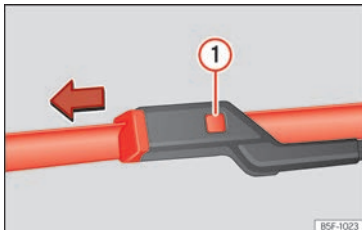

Abb. 158 Scheibenwischerblätter vorne auswechseln.
- Die Entriegelungstaste >>> **(Abb. 158)** ① gedrückt halten und gleichzeitig das Scheibenwischerblatt vorsichtig in Pfeilrichtung abziehen.